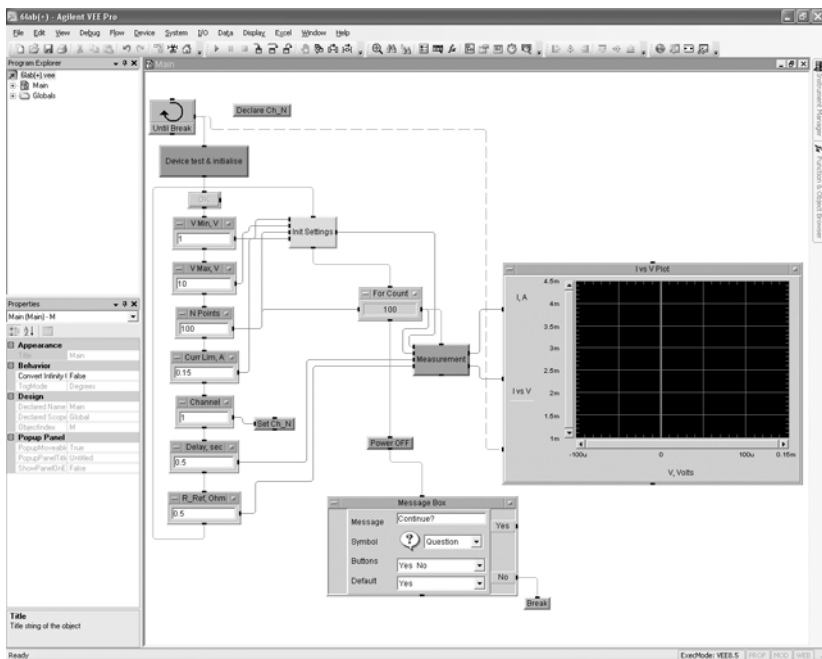

Рис. 6.7
4. Произвести коммутацию в основном окне программы и изменить названия осей на графике и его названия в соответствии с данным типом измерений и получаемых величин. После проведения всех действий на экране будет картинка, аналогичная рис. 6.7. Проверить все части программы и запустить ее в тестовом режиме (без подключения реальной измерительной схемы). При возникновении ошибок исправить их.